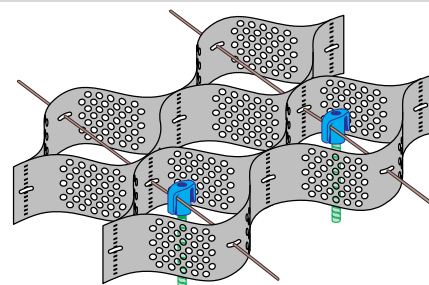

Figura 15 Anclajes Internos
- Insertar Anclajes ATRA® adicionales a intervalos especificados en algunas celdas determinadas de la sección Geoweb® en extensión. Ver Figura 15.